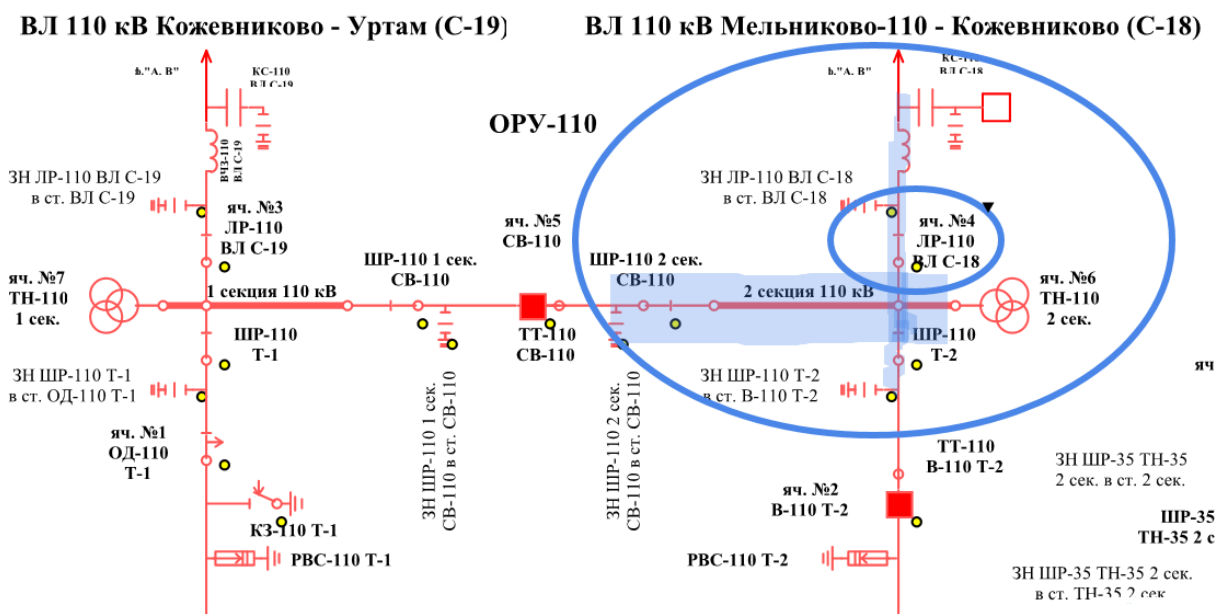

Рисунок 4 Схема ПС "Кожевниково"
6. При производстве оперативных переключений по выводу П сш-110 кВ ПС "Кожевниково" (Рисунок 4) обнаружен дефект (трещина) изолятора ЛР-110кВ С-18.